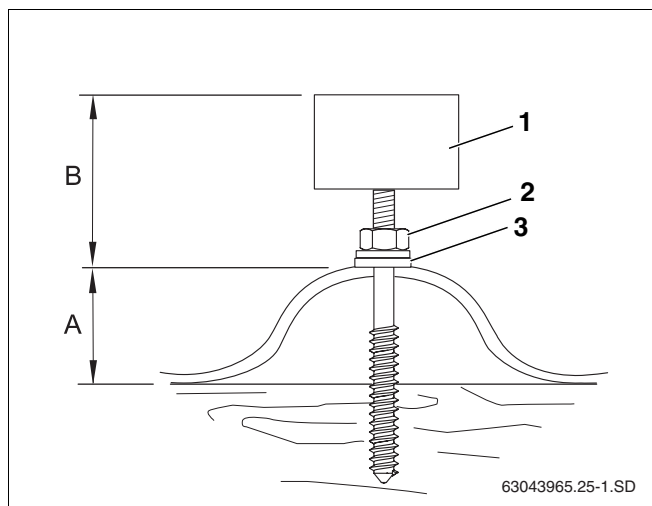

fig. 24 Vara roscada instalada sobre telhado de chapa ondulada
Ao enroscar as varas roscadas, assegure-se de que a distância B (tab. 7 e fig. 24) é igual para todas as varas roscadas.
- ▶ Apertar a porca (fig. 24, **item 2**) de tal forma que a anilha de vedação (fig. 24, **item 3**) encoste totalmente no telhado.